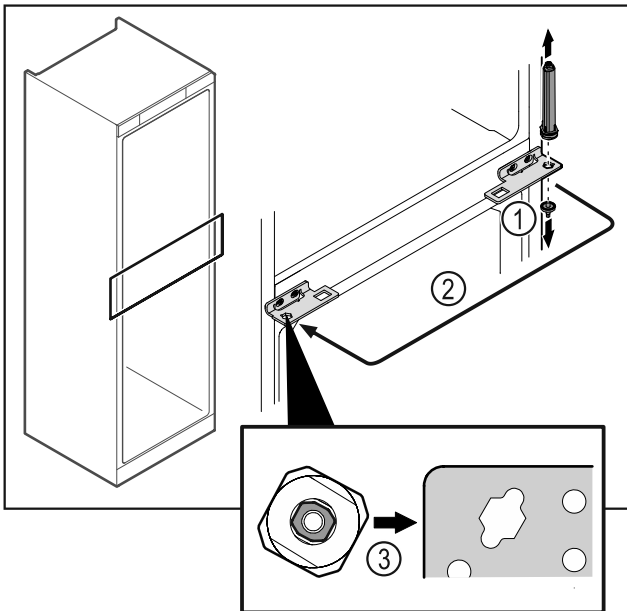

Fig. 48
- ▶ Відкрутити шарнірний палець Fig. 48 (1).
- ▶ Перемістити систему закриття дверей Fig. 48 (2).
- ▶ Звертати увагу на те, щоб при вставці нахил пальця Fig. 48 (3) показував на круглий отвір.